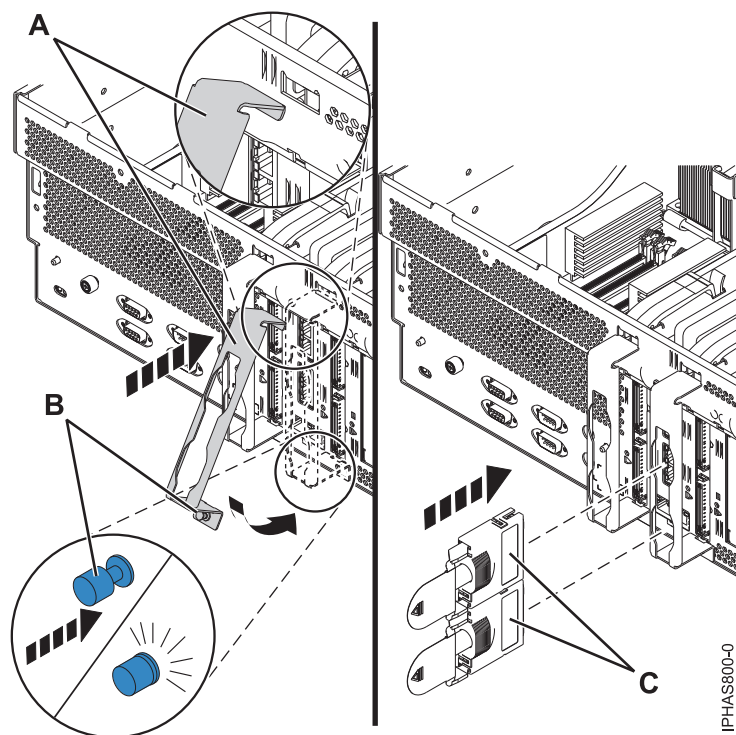

図4. ケーブル保持ブラケットの取り付け
15. ケーブル保持ブラケット (A) を 図4 に示されているように斜めにして、ブラケット上部にあるタブをアセンブリーのスロットにはめ込みます。
20. すべての電源ケーブルとシグナル・ケーブルをそれぞれのコネクタに再接続します。ケーブルの過度の動きを抑制するために、5 ページの図 4 に示されている GX アダプター・ケーブル **(C)** が該当のケーブル保持ブラケットを通して配線されていることを確認してください。